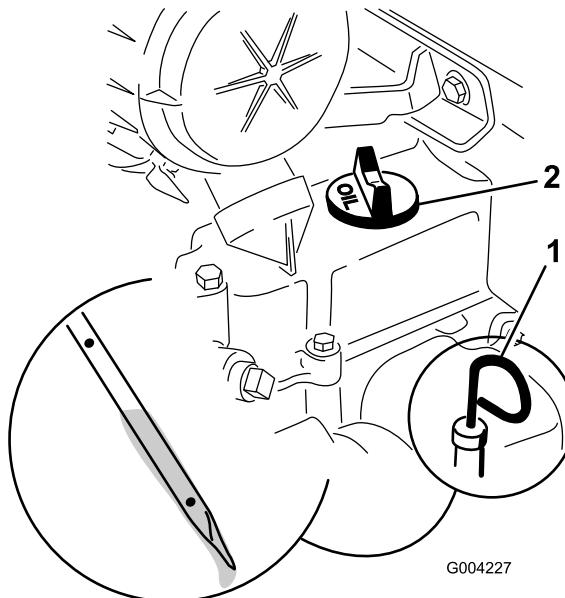

Bild 17
- Reinigen Sie den Bereich um den Ölpeilstab (Bild 17).
- Ziehen Sie den Peilstab heraus und wischen Sie das Metallende ab (Bild 17).
- Schrauben Sie den Ölpeilstab vollständig in das Peilstabrohr (Bild 17).
- Machen Sie, wenn der Ölstand niedrig ist, rund um die Öleinfüllverschlusskappe sauber und entfernen Sie die Kappe (Bild 17).